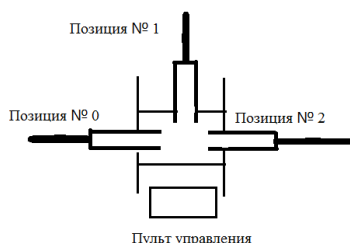

Рисунок 2. Позиции поворота турели манипулятора
Алгоритм поведения робота-манипулятора складывается из технологических требований производства с учетом ограничений, вызванных конструктивными особенностями. Изменение углов поворота турели, углов наклона стрелы и высоты подъема штока достигается путем перестановки соответствующих датчиков, контролирующих положение в пространстве этих органов. Частотный преобразователь позволяет задавать различные характеристики скоростей вращения электродвигателя подъема/опускания штока, включая участки разгона и торможения. На рис. 2 приведена схема расположения позиций поворота турели манипулятора (вид сверху).
3. Турель находится в позиции №0 (рис. 2).